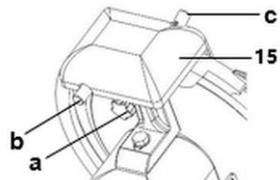

Fig. 10
7. Mantenga pulsado el botón (b, fig. 10) situado en la parte posterior del afilador (1) y deje el aparato encendido durante unos 60 segundos, para que se forme una rebaba en el cuchillo.